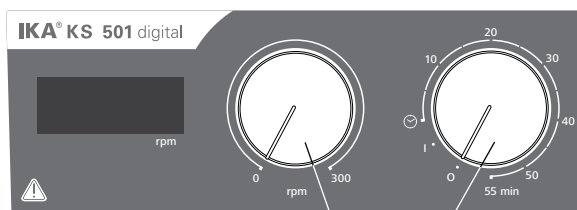

Fig. 3
- ☞ 「オン / オフ」および「タイマー」ダイヤルノブ(B, Fig. 3参照)を時計回りに「1」の位置まで回し、本体の電源を入れます。
- ☞ 「回転数」ダイヤルノブ(C, Fig. 3参照)を回すことにより、KS 501/HS 501 digitalは0 ~ 300rpmの範囲内で回転速度を設定することができます。